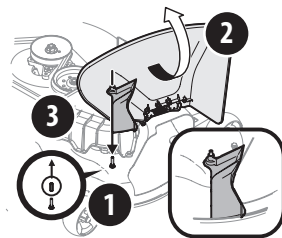

Figura 32
- Retire el tapón protector de goma del pasador de plataforma, (1) en la Figura 32.
- Eleve el deflector del canal (2) sobre la plataforma y sosténgalo mientras instala el adaptador de canal (731-10133) (3), sobre la plataforma como se muestra en la Figura 32.